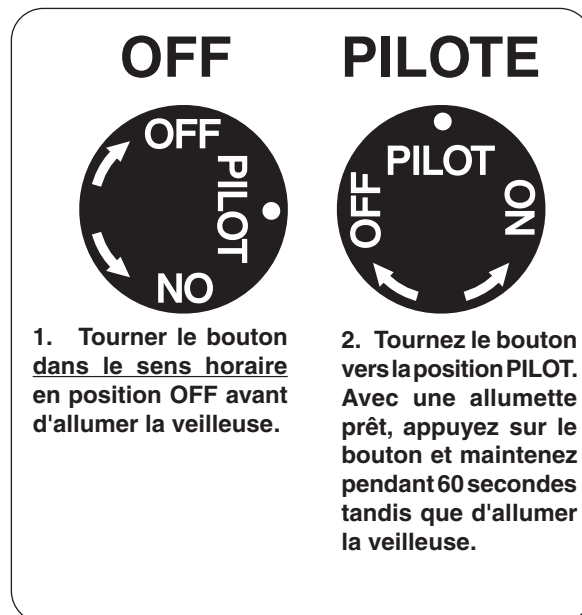

Fig. 34-1 Détail bouton de commande (OFF, PILOTE)
1. Localiser la vanne sur le côté gauche de l'appareil. Appuyer sur le bouton de contrôle du gaz et tourner dans le sens horaire en position **OFF** (Fig. 34-1).
2. Tournez le bouton de réglage dans le sens antihoraire pour **PILOTE** (Fig. 34-1). Appuyez sur le bouton de commande **fermement et pleinement** enfoncée. Mantenga partido largo chimenea o un encendedor cerca del termopar a encender el piloto. Continúe a tenir le bouton de commande pendant environ 60 secondes après que le pilote est allumé, puis relâchez le bouton. Le pilote reste allumé.